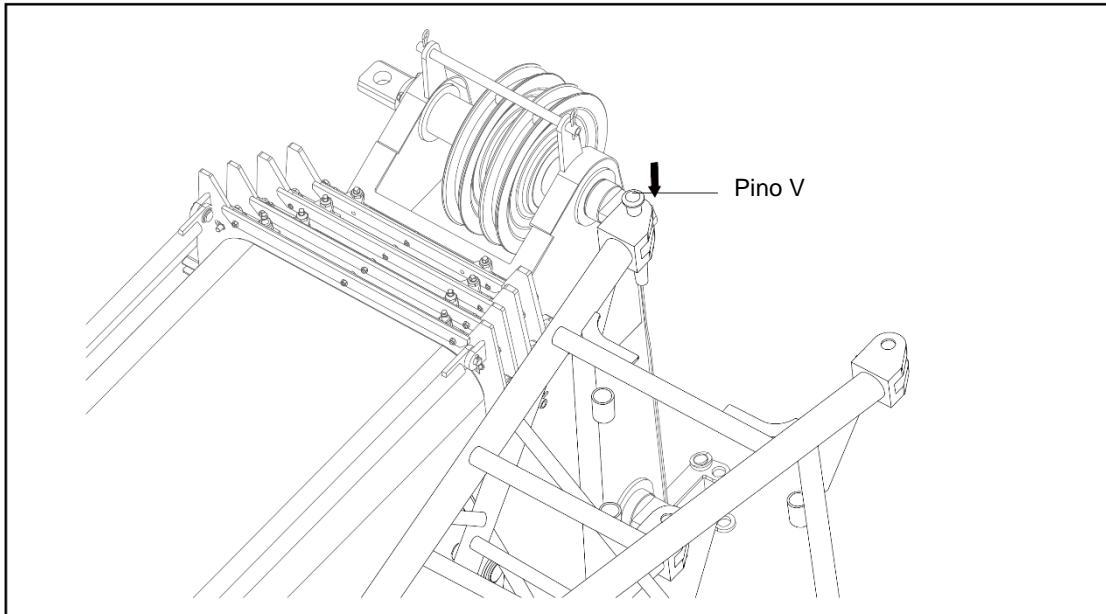

Figura 5-7 Instalação do pino V
- f) Alinhe a extremidade do braço com os pontos de conexão no lado direito da cabeça da lança principal. Instale o pino V e grampo de retenção. Consulte a figura 5-7.